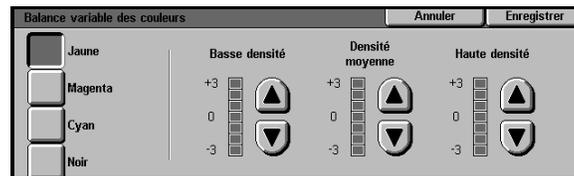

Figure 42 : Écran Balance des couleurs
- 1 Appuyez sur **Balance des couleurs variable** dans l'onglet Qualité image afin d'accéder à l'écran correspondant (voir la figure 42).